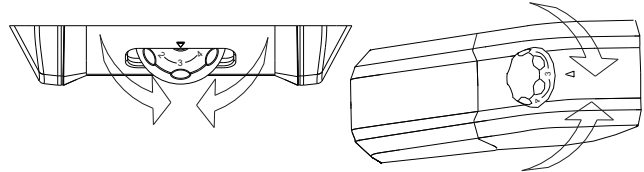

Fig.5
- Beide compartimenten worden ingesteld via de thermostaat. (fig. 5). Selecteer de gewenste positie: